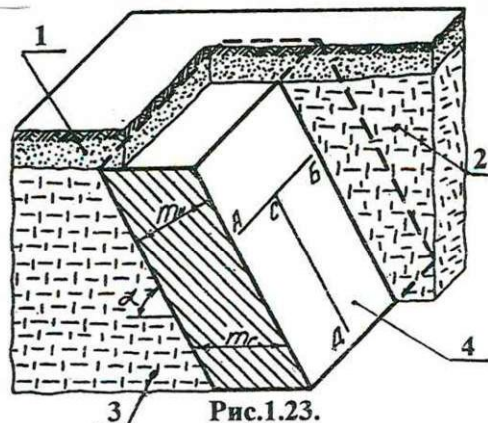

Рис.1.23.
11. На рис.1.23 в аксонометрии условно показано месторождение полезных ископаемых. Что обозначено на рисунке цифрой 2?